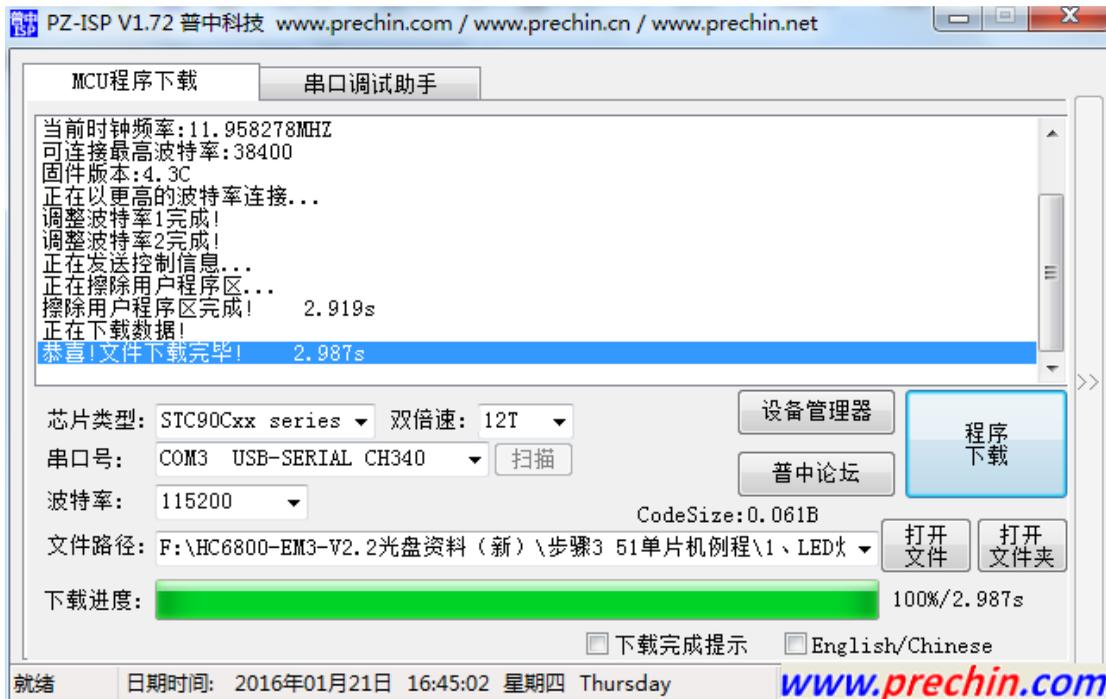

图 6: PZ-ISP V1.72 软件界面图
1、打开 PZ-ISP V1.72 软件，界面如图 6 所示。